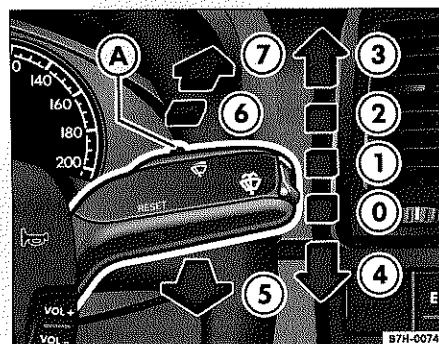

Fig. 45 Palanca del limpiavaparabrisas
- Mueva la palanca hacia arriba hasta el encastre ⇒ fig. 45 ①.
- Para determinar la duración de los intervalos de barrido mueva el mando (A) hacia la izquierda o hacia la derecha. Mando hacia la izquierda: intervalos largos; mando hacia la derecha: intervalos breves.
- Mueva la palanca del limpiacristales hasta la posición ⇒ página 58, fig. 45 ①.
- Para ajustar la sensibilidad del sensor de lluvia mueva el mando (A) hacia la izquierda o hacia la derecha. Mando hacia la izquierda: nivel de sensibilidad bajo; mando hacia la derecha: nivel de sensibilidad alto.
- Para desactivar el sensor de lluvia mueva la palanca del limpiacristales de la posición de barrido a intervalos ⇒ página 58, fig. 45 ① a la posición básica ⑦.